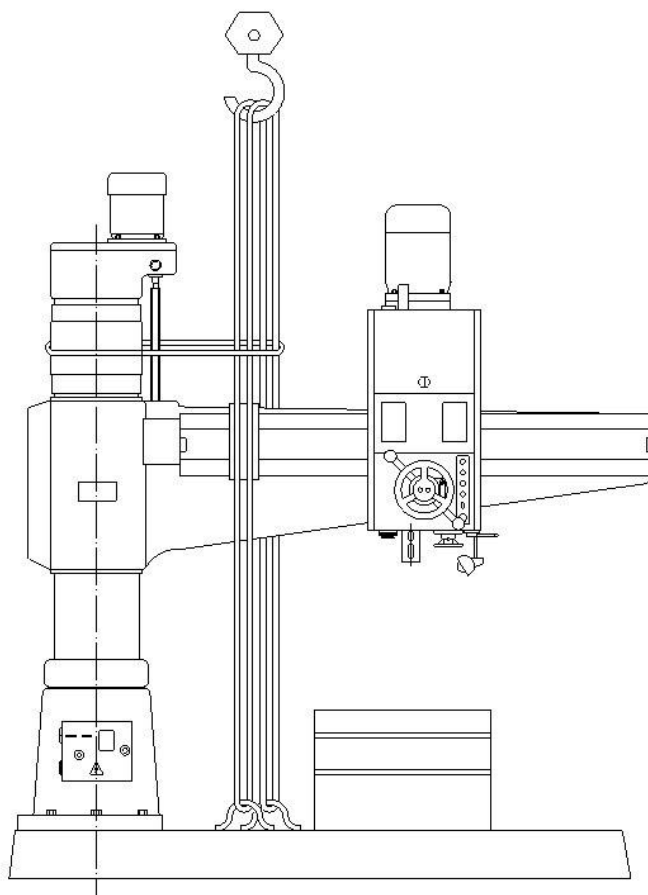

Рис. 3-1
3.1 Транспортировка (Рис. 3-1)